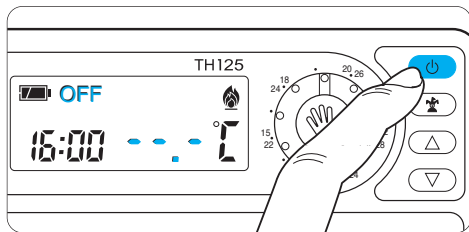

Fig. 36
10.2 - Premere due volte il pulsante  (fig.36).